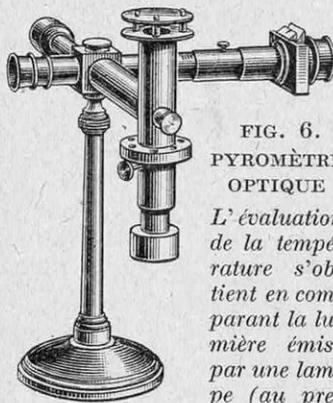

FIG. 6.
a) les phénomènes de rayonnement, sur lesquels nous aurons l'occasion de revenir ; c'est au moyen de tels *pyromètres optiques* (fig. 6) qu'on mesure couramment la température des fours industriels et qu'on peut apprécier, à quelques dizaines de degrés près, la température du Soleil ;